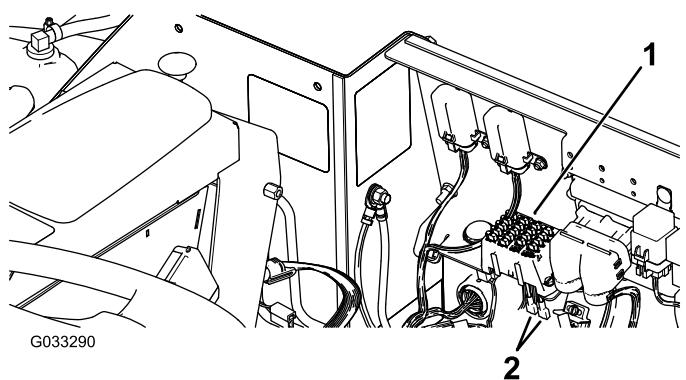
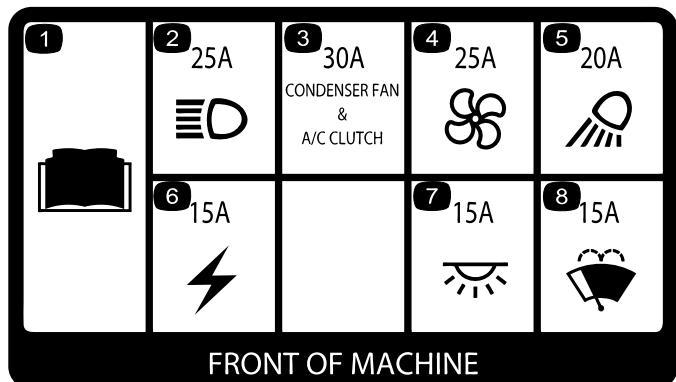
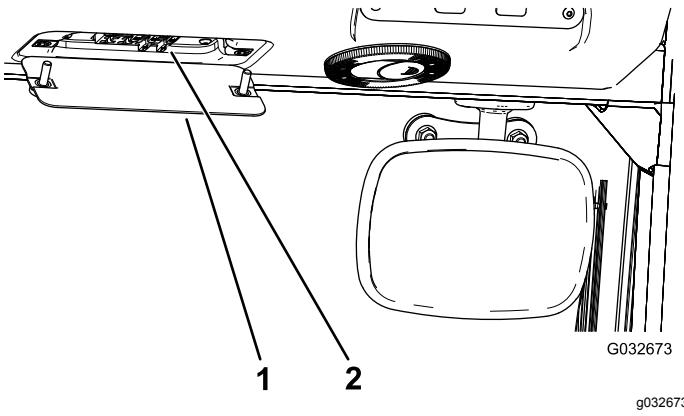

Bild 104
Bild 105
Bild 106
**Wichtig:** Bei der Installation von zusätzlichem Maschinenzubehör sind die einzige zulässigen Stromquellen der Sicherungsblock an der Zugmaschine (Bild 104) oder der Kabinensicherungskasten (Bild 106). An beiden Stellen stehen maximal 10 A zur Verfügung. Wenden Sie sich an den offiziellen Toro-Vertragshändler.
Die Kabinensicherungen (Bild 105) befinden sich im Sicherungskasten am Kabinenhimmel (Bild 106).